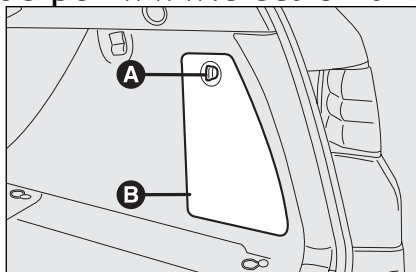

fig. 130
- ☐ gire el mando **A**-fig. 130 y abra la tapa **B** ubicada en el lado derecho del maletero;